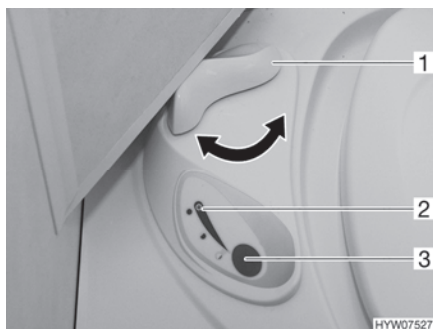

Fig. 160 Centralina di controllo toilette Thetford
- Prima di tirare l'acqua, aprire il cursore della toilette Thetford. A tal fine ruotare la leva del cursore (Fig. 160,1) in senso antiorario.
- Per sciacquare premere il pulsante blu (Fig. 160,3).
- Dopo aver tirato l'acqua chiudere il cursore. Ruotare la leva del cursore (Fig. 160,1) in senso orario.
Quando la cassetta Thetford è piena e deve venire svuotata, la spia di controllo (Fig. 160,2) si accende.